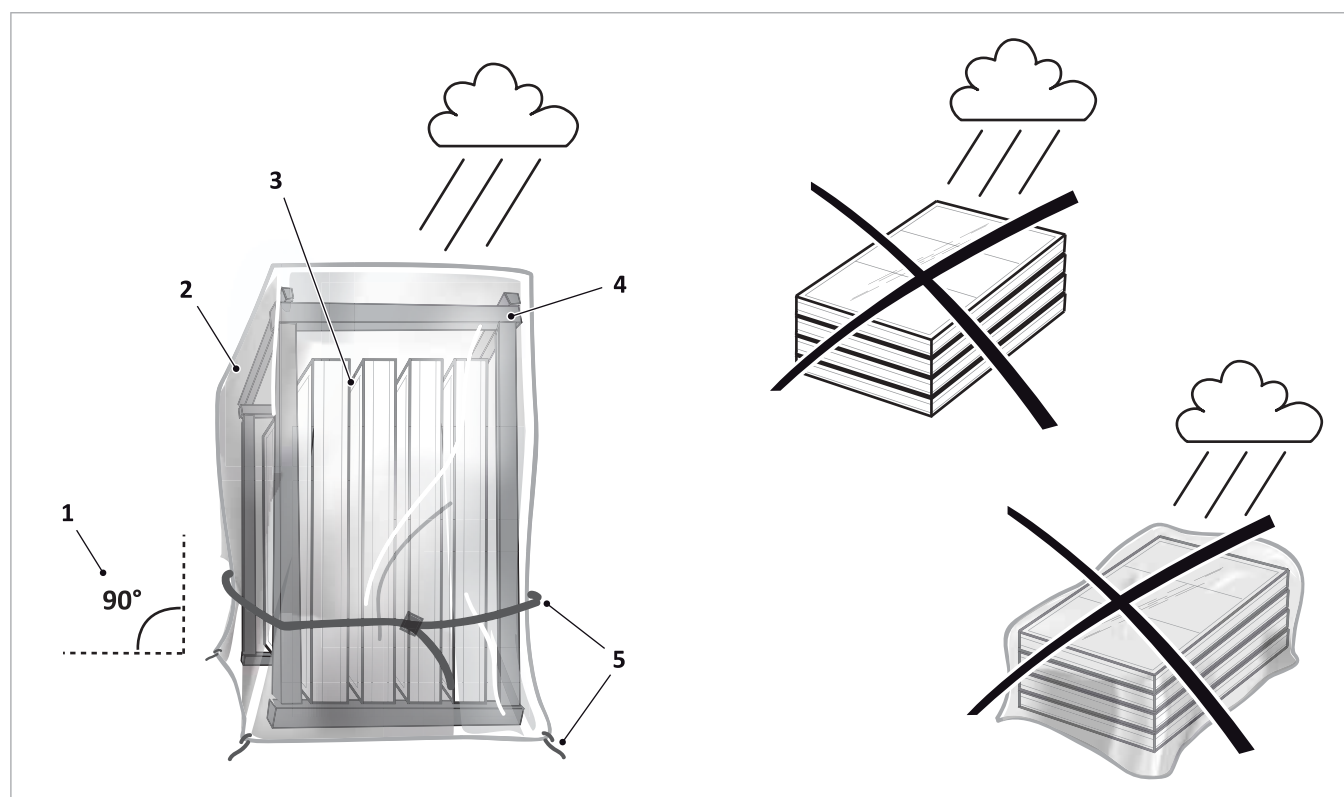

Fig. 1 : entreposage de SolvisFera à l'extérieur
- Entreposer les capteurs sur le dispositif de protection en bois fourni, ou verticalement sur des bois équarris avec des intercalaires, voir ➔ Fig. 1, p. 7.